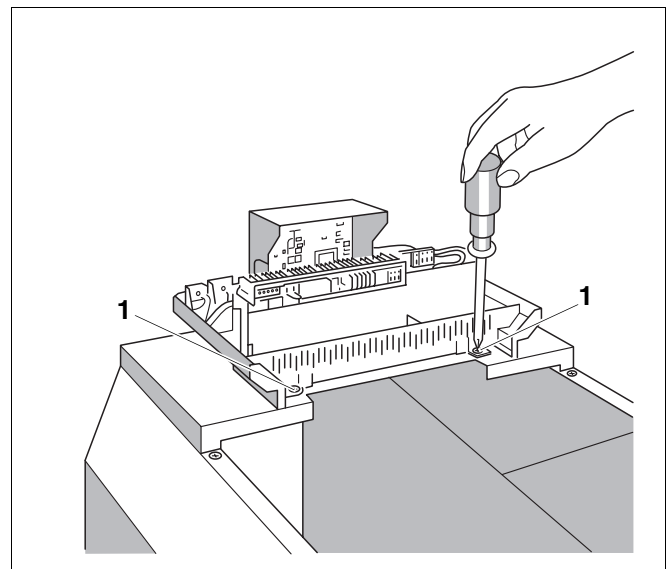

Abb. 15 Regelsystem Logamatic 2000 anschrauben
- Regelgerät hinten rechts und links im Kabeldurchgang mit 2 Schrauben (Abb. 15, **Pos. 1**) auf der vorderen Kesselhaube anschrauben (Abb. 15).